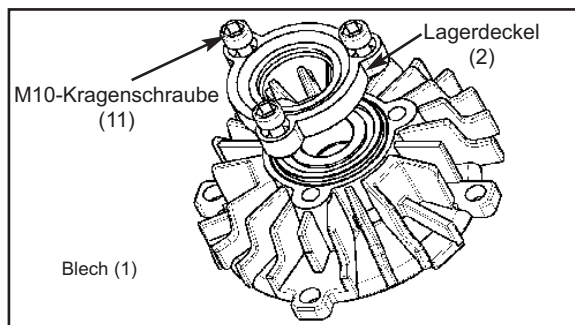

Abb. 23
- Einen neuen O-Ring für den Lagerdeckel einsetzen. Die eventuellen Passelemente einsetzen und den Lagerdeckel mit drei M10-Schrauben (11) befestigen. Die Schrauben mit einer Spannkraft von 35 Nm anziehen ; siehe Abb. 23.